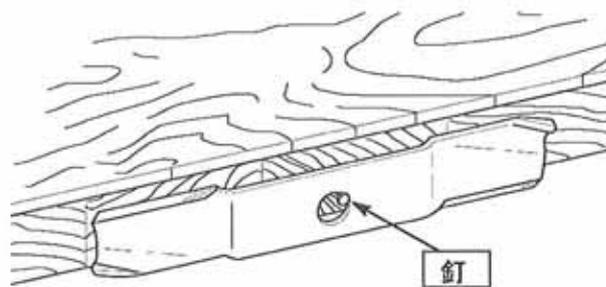

図27
- バランスがよければ、刃物は水平になります。バランスが悪い場合は、研磨しなおすか、交換してください。(図27)